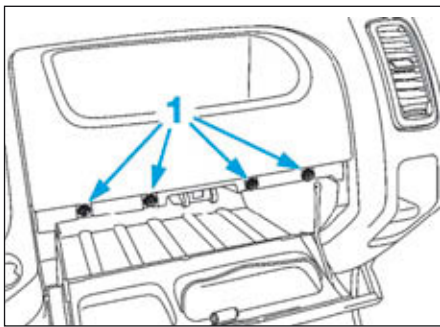

FIG.1
- Déposer les vis (1) (Fig.1).